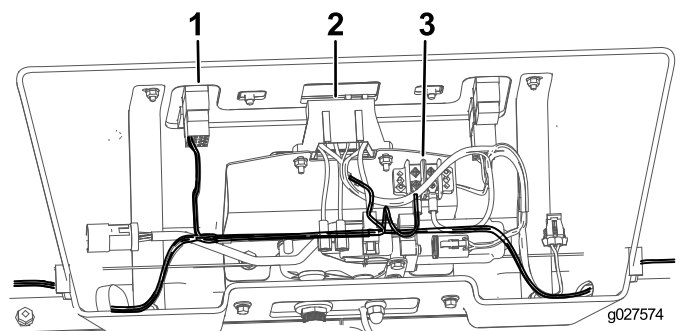

Figura 12
3. Collegate il cablaggio preassemblato all'interruttore, al portafusibili e al terminale di messa a terra (Figura 12).